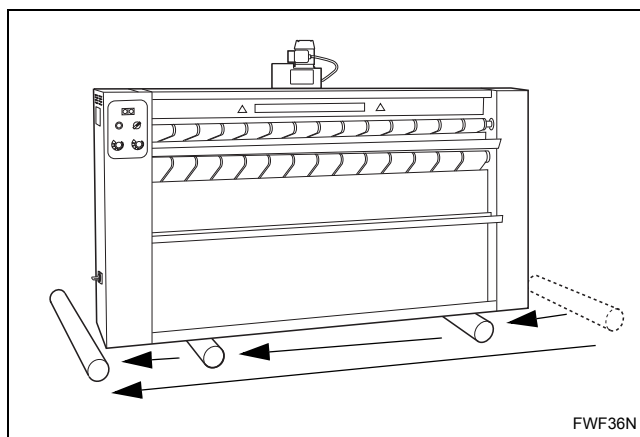

Рис. 7
8. Медленно покатайте гладильную машину вперед, так чтобы она сошла с первого ролика, установилась на втором ролике и переместилась на третий ролик. См. Рис. 7.